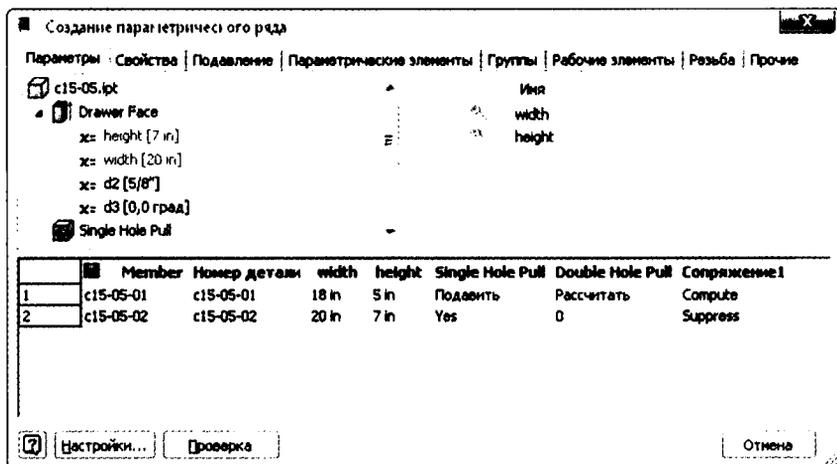

Рис. 15.10. С активным инструментом Изменить элемент новая геометрия не будет добавлена к другим элементам
15. Сделайте двойной щелчок на таблице, чтобы увидеть эффект добавления геометрии с активным инструментом **Изменить элемент** (рис. 15.10).